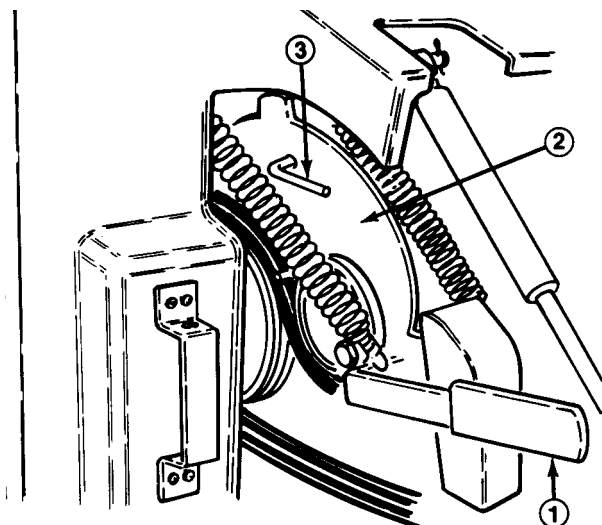

Bild 17
- C. Solange auf den Übersteuerungshebel (Bild 17) drücken, bis die Löcher im Hebelprofil mit denen im Zinkenkopfprofil abgestimmt sind, dann den Stift durch die Löcher stecken.
2. Solange auf den Übersteuerungshebel (Bild 17) drücken, bis die Löcher im Hebelprofil mit denen im Zinkenkopfprofil abgestimmt sind, dann den Stift durch die Löcher stecken.